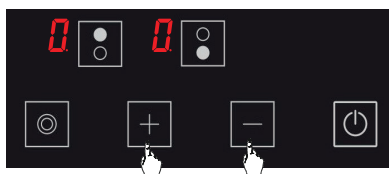

Figure 12
**2.** À l'aide des touches **+** et **-**, portez la température sur toutes les plaques de cuisson à **0**. (voir Fig. 12) La cuisinière s'éteindra d'elle même après 20 secondes